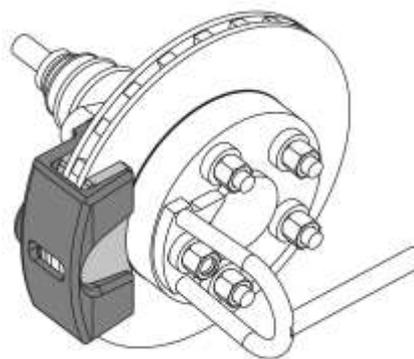

Fig. 62
17. Mettez un frein auxiliaire pour fixation du frein du disque, fig. 62.